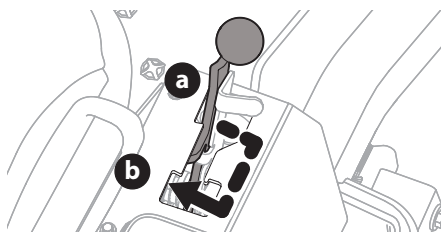

Fig. 21
3. Pour actionner le frein de stationnement, placez les pédales de déplacement à la position neutre, tirez le levier du frein de stationnement vers la droite de la position arrêt (« off ») (a) et tirez le levier vers l'arrière jusqu'à ce qu'il s'enclenche à la position de marche (« on ») (b) (Fig. 21).